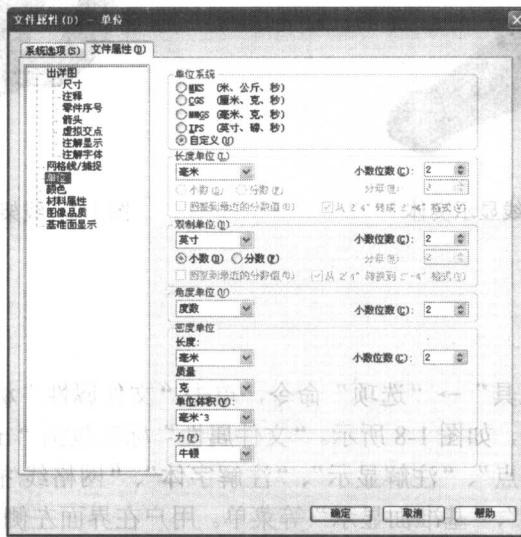

图 1-9 “文件属性 - 单位”对话框
- (2) 右键单击特征管理器设计树中的“切除 - 拉伸”特征，然后在快捷菜单中选择“编辑特征”命令，显示“切除 - 拉伸”属性管理器。
- (3) 若发现切除尺寸的单位不符合设计要求，或想改变单位，可先退出“切除 - 拉伸”属性管理器，然后单击菜单栏中的“工具”→“选项”命令，在“文件属性”标签选择“单位”菜单，弹出“文件属性 - 单位”对话框，如图 1-9 所示。